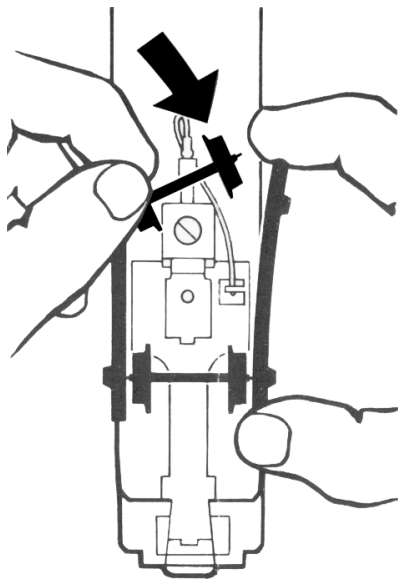

Fig. 6
7. Replace the set of wheels (fig. 6).
7. Mettre l'essieu en place (Fig. 6).
7. Wielstel weer inzetten (Fig. 6).
7. Encajar de nuevo el juego de ruedas (fig. 6).
7. Inserire nuovamente l'asse con ruote (Fig. 6).
7. Montera in hjulsatsen (Fig. 6).
7. Anbring hjulparret igen (Fig. 6).